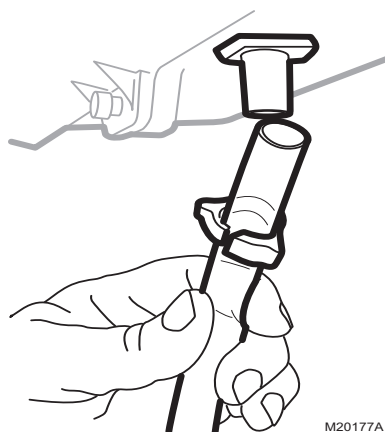

Fig. 7. Instalación de la tubería de drenaje.
4. Conecte un tubo de drenaje de 13 mm (1/2 in) al acople de drenaje del humidificador y hágalo llegar hasta el drenaje de piso (consulte la Fig. 7).